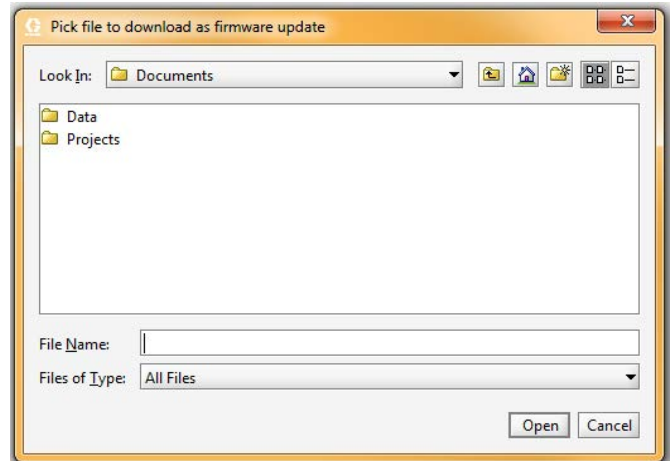

**FIG. 21: Finalizar la tarea actual**
**Finalizar la tarea actual** - finaliza una tarea y añade el material al informe de consumo. Saltará una pantalla de confirmación. Vea FIG. 21.